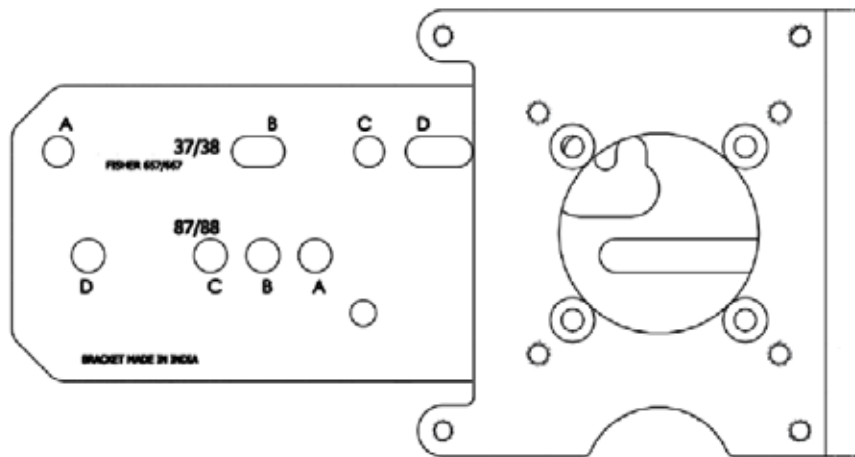

図15 - レシプロバルブ取付ブラケット
2. 5/16 - 18 UNCキャップネジ2本を使用してSVI II APレシプロ取付ブラケットをアクチュエーターに取り付けます。ブラケットの取り付け位置は、アクチュエーターのサイズとストロークによって異なります。45ページの 図15と46ページの 図6を参照してください。
11. SVI II APのレバーの穴とブラケットの指示穴が一致するようにターンバックルを調整します。ターンバックルのロックナットを両方とも締めます。45ページの図15を参照してください。